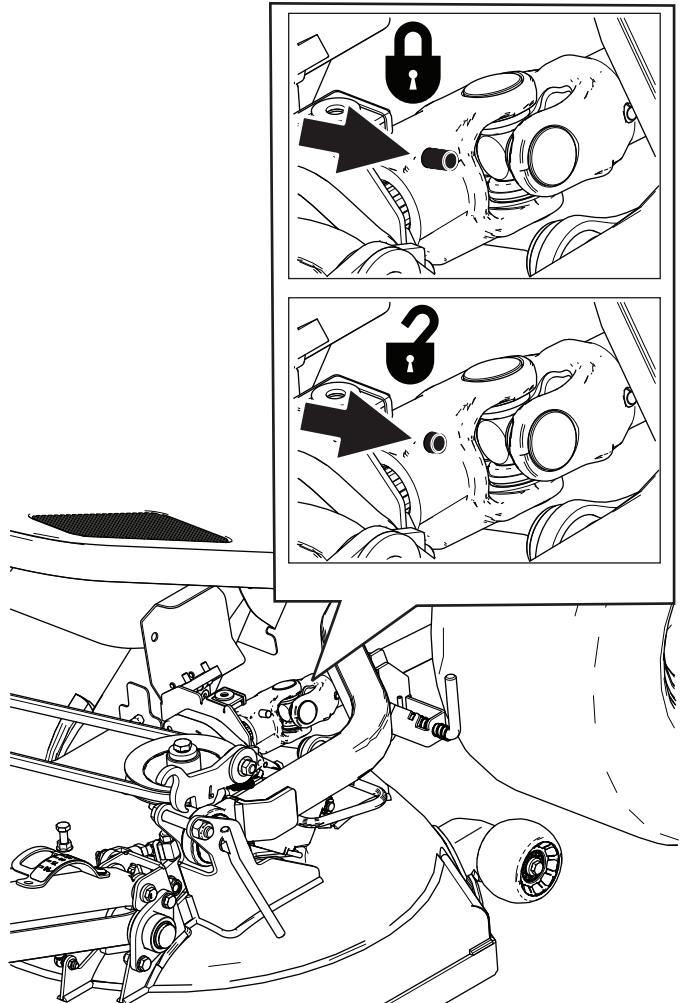

Figura 91
1. Rode o fixador de um quarto de volta e abra a cobertura da junta universal da cobertura da correia (Figura 91).
2. Desligue a extremidade frontal do veio da transmissão da caixa de velocidades da unidade de corte pressionando o pino de mola e, em seguida, puxando a extremidade do veio da transmissão para trás (Figura 91).
3. Solte o pino de mola e verifique se a junta universal do veio da transmissão está bloqueado na caixa de velocidades da unidade de corte; consulte Figura 91.